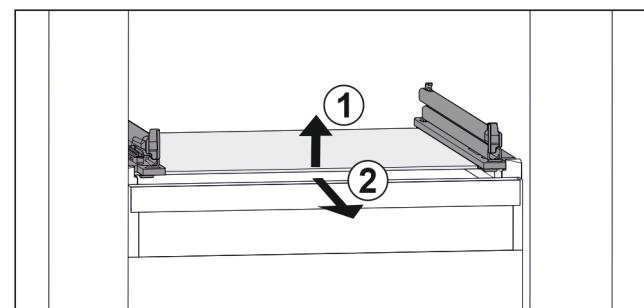

Fig. 155 Примерно изображение на стъклената плоча
- Повдигнете стъклената плоча отпред. Fig. 155 (1)
- Извадете стъклената плоча напред. Fig. 155 (2)